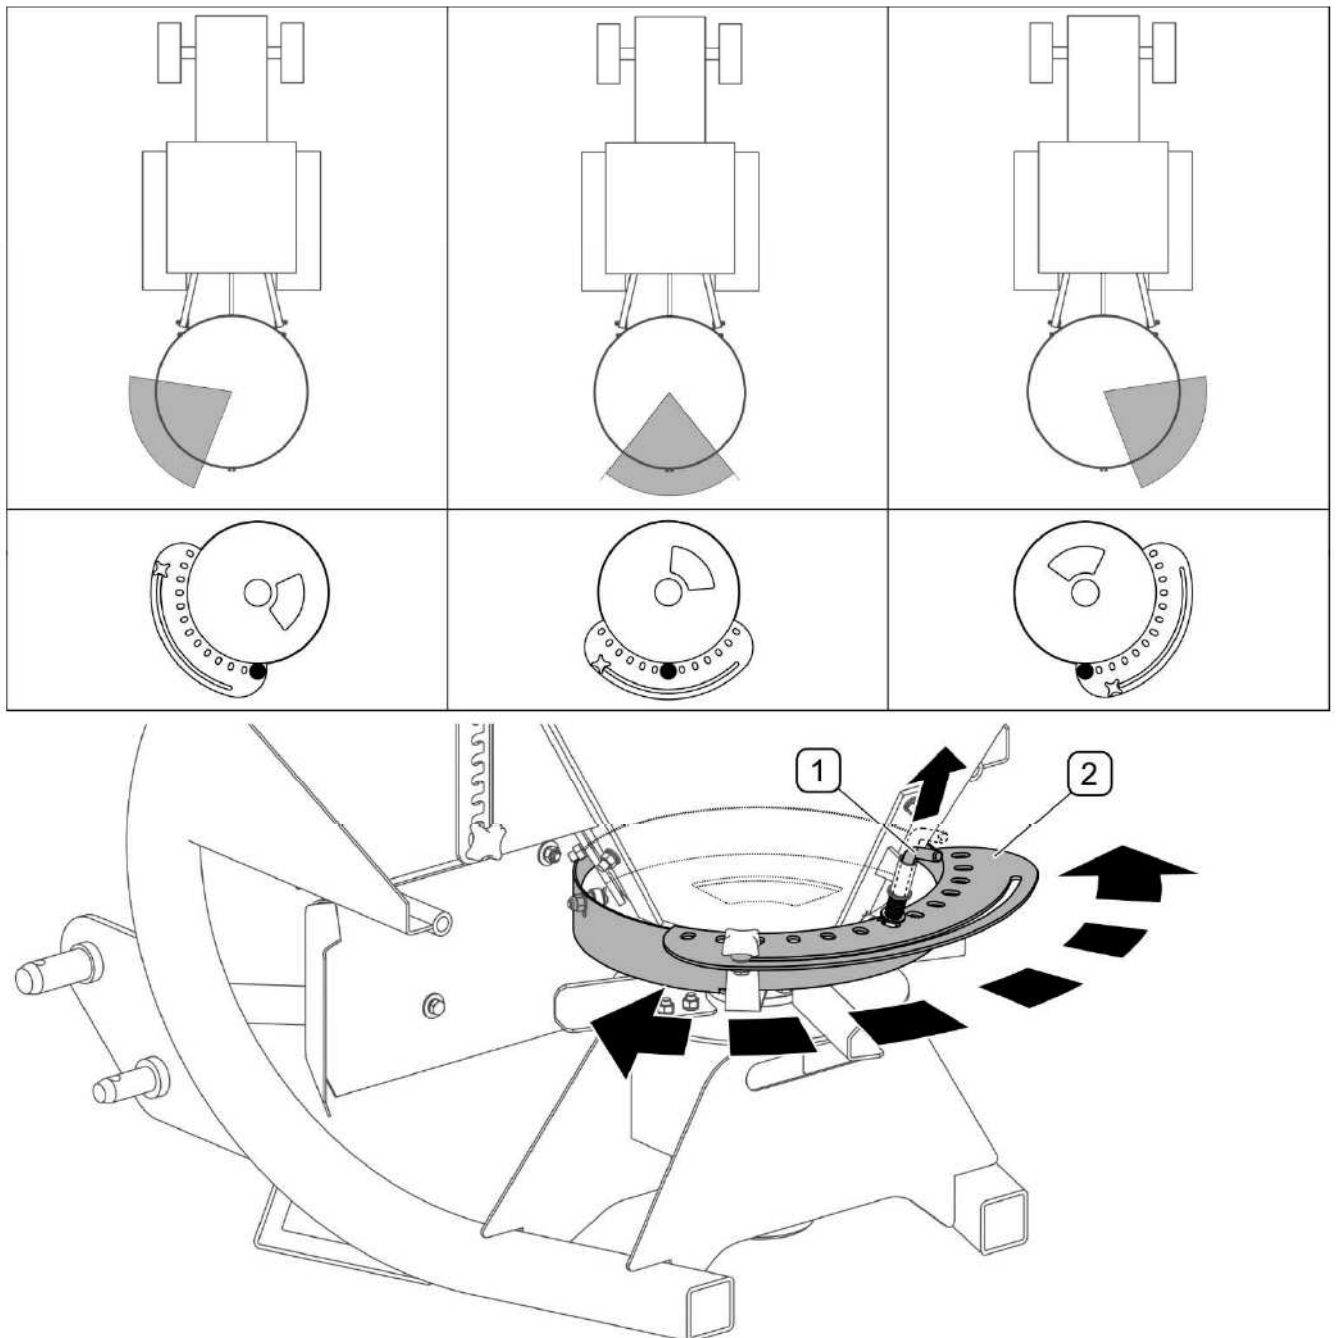

FIGURE 4.6 Réglage du sens d'épandage
(1)- verrou transversal de protection ; (2)- disque de régulation du sens
La régulation du sens d'épandage (FIGURE 4.6) se fait après avoir retiré le verrou transversal de protection (1) et tourné le disque (2) autour de l'axe vertical du réservoir. Après avoir déplacé le disque dans la position voulue, il faut le protéger contre le déplacement libre, tout en insérant l'extrémité du verrou transversal dans une ouverture appropriée dans le disque. La mise en place du verrou transversal (1) dans l'ouverture centrale du disque (2) permet l'épandage symétrique par rapport à l'axe de circulation du